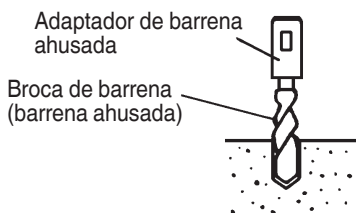

Fig. 13
- (1) Instale la broca con la barrena ahusada en el adaptador de barrena ahusada. (Fig. 13)